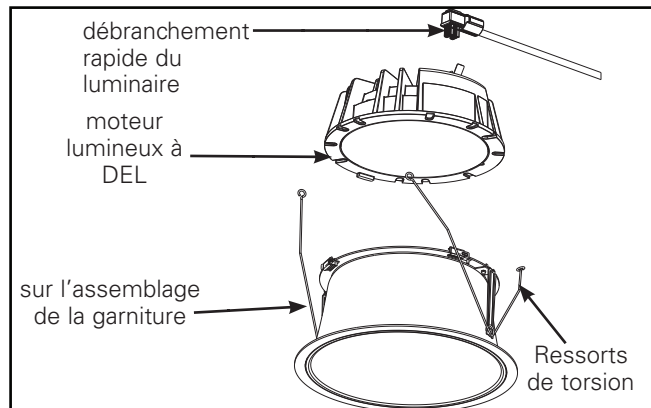

Figure 33
1. Insérez l'extrémité de la conduite flexible dans l'ouverture de la structure d'ouverture du plafond exposant la partie supérieure de la prise de débranchement rapide (Figure 33).